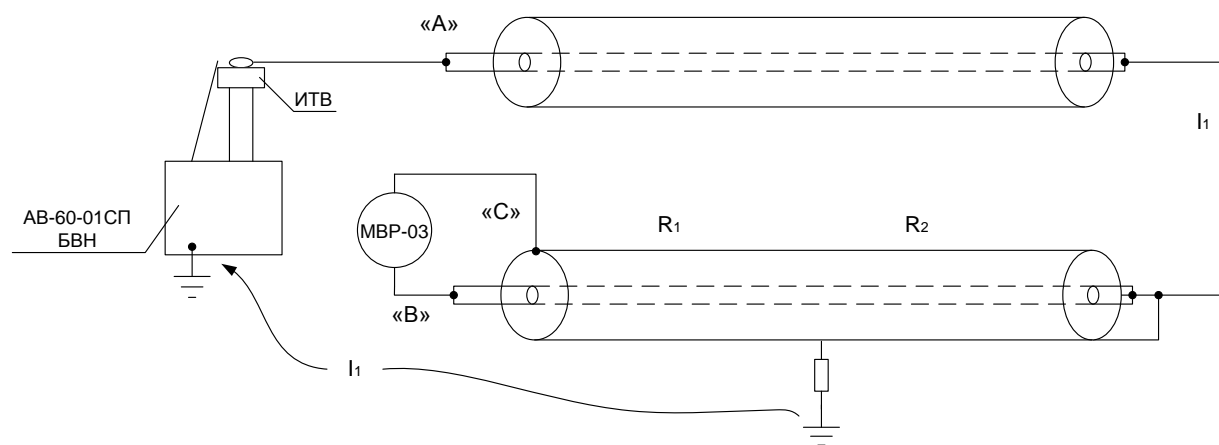
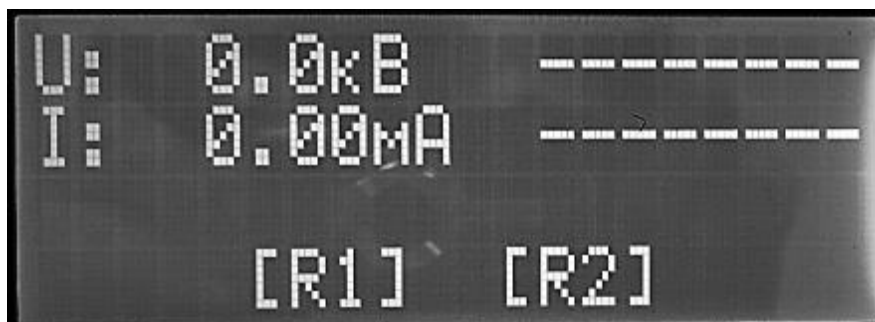
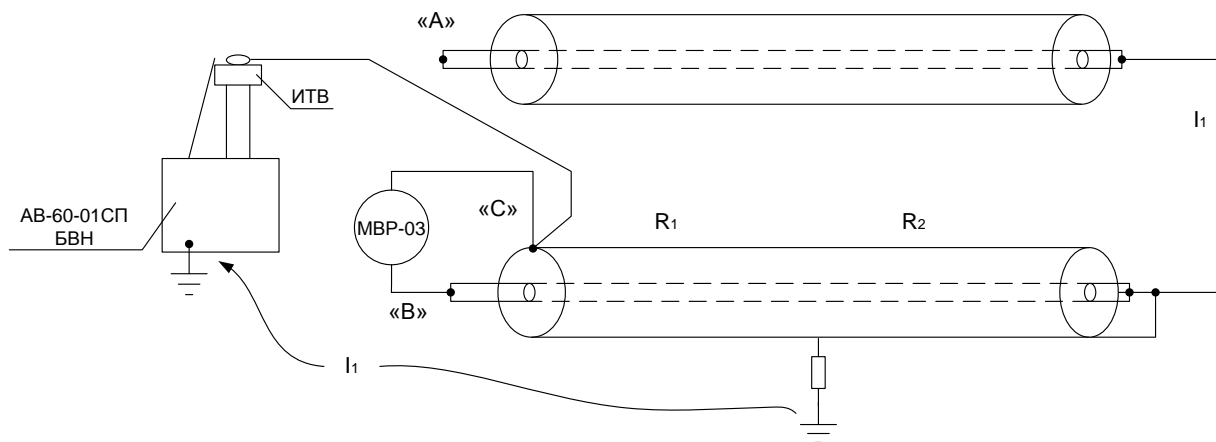

Рис.16.
Рис.18
Рис.19.
7.4.2 Собрать схему приведенную на рис.16, используя штатные провода и кабели.
7.4.6. Нажать кнопку «СТАРТ» и на экране появится заставка рис.18.
7.4.7. Плавно вращая ручку регулятора напряжения (поз.10, рис.4а) блока управления поднять напряжение, не более 10кВ, следить при этом за показаниями тока, которые не должны превышать 70мА. Максимально точные результаты измеренного сопротивления будут при максимальном токе. В третьей строке экрана рис.18 появится значение сопротивления оболочки кабеля участка «за повреждением» (на рис.16 этот участок обозначен как «R2»)
7.4.8. Нажать кнопку «▶» под символом R2 на экране рис.18.
7.4.11. Наложив переносное заземление на точки «А», «В» и «С» собрать схему рис.19.
7.4.12. Выполнить все требования пп. 7.4.1; 7.4.3-7.4.7 для этого подключения, и получив результат измеренного сопротивления участка кабеля до повреждения (R1 рис.18. и рис.19). Нажать кнопку «◀» под символом R1 на экране (рис.18). При этом в ячейку памяти (R 1) будут записаны величины сопротивления оболочки кабеля до повреждения рис.19 и рис.18.